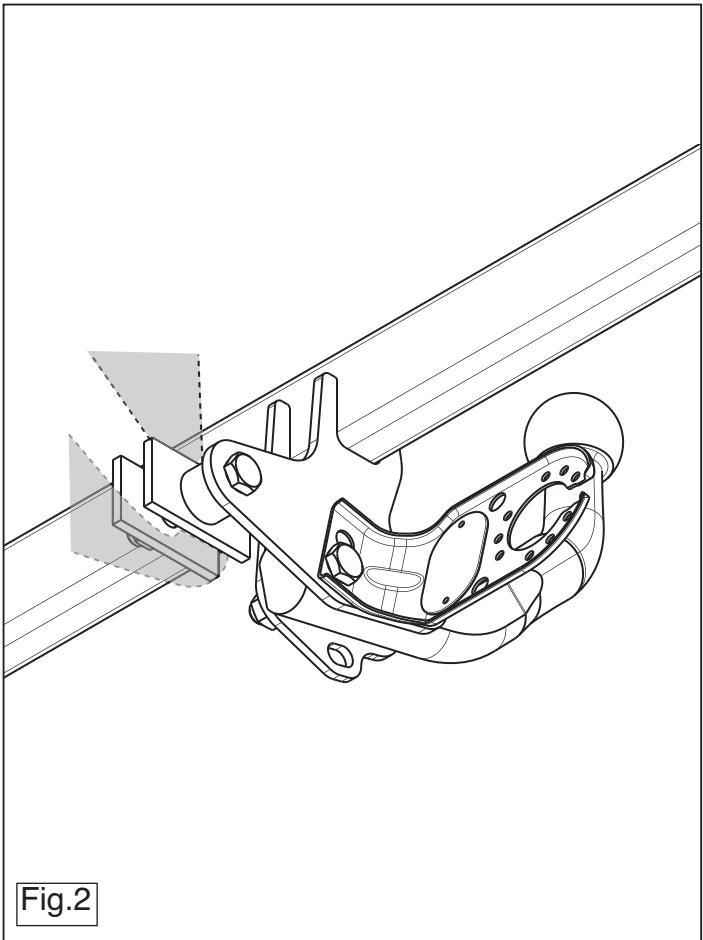

Fig.2
5. Прикрепить поперечный брус в середине к букировочному уху (рис. 2).